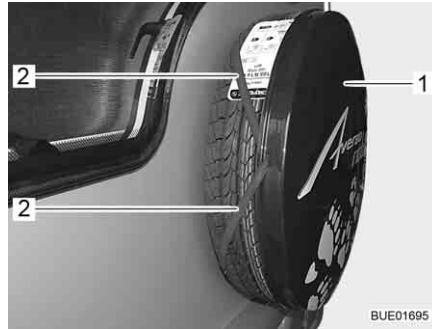

Bild 232 Täckplatta
- Ta bort (Bild 232,1) fästplattan. Dra av gummibanden (Bild 232,2) från däcket för att göra detta.